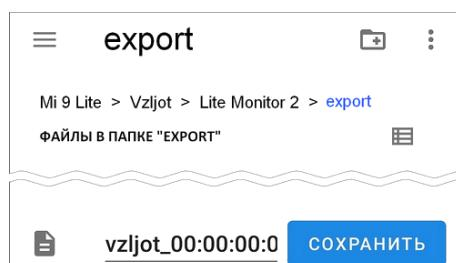

Рис.41. Возможный вид окна для выбора папки сохранения данных.
4.2.9.3. Для сохранения содержимого просматриваемого архива следует нажать кнопку <ЭКСПОРТ АРХИВОВ>. При этом, в зависимости от модели смартфона, появится окно, возможный вид которого показан на рис.41. Пользователю будет предложено выбрать папку для сохранения файла с данными архива. Сохраняемый файл имеет формат CSV.